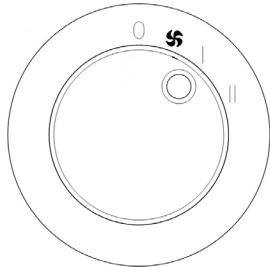

fig. 4
- *To activate MINIMUM POWER function, turn knob "B" (fig. 1) so that reference mark "I" is aligned with the "I" symbol on the control panel (fig. 4)*
- Pour activer la fonction PUISSANCE MINIMALE, tourner la molette "B" (fig. 1) de telle sorte que la référence "I" soit alignée sur le symbole "I" présent sur le pupitre de commande (fig. 4)